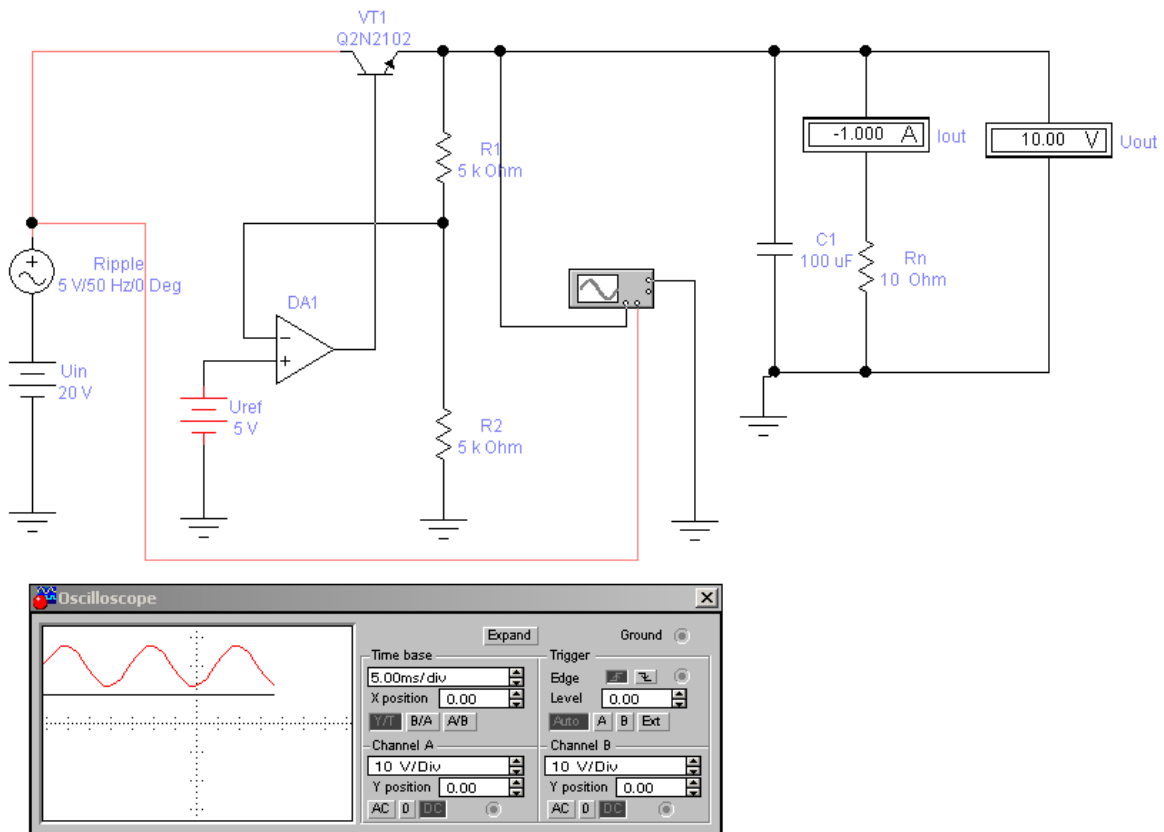

Рисунок 4 - Принципиальная схема стабилизатора для моделирования
На рис. 4 приведен пример схемы стабилизатора, соответствующего приведенному описанию. Стабилизатор содержит регулирующий элемент на транзисторе VT1 и схему сравнения, совмещенную с усилителем отклонений на операционном усилителе DA1. Источник опорного напряжения моделируется гальваническим элементом  $U_{ref}$ .
2. Собрать схему (рис. 4 ) для исследования в среде EWB, рассчитав параметры примененных компонентов.